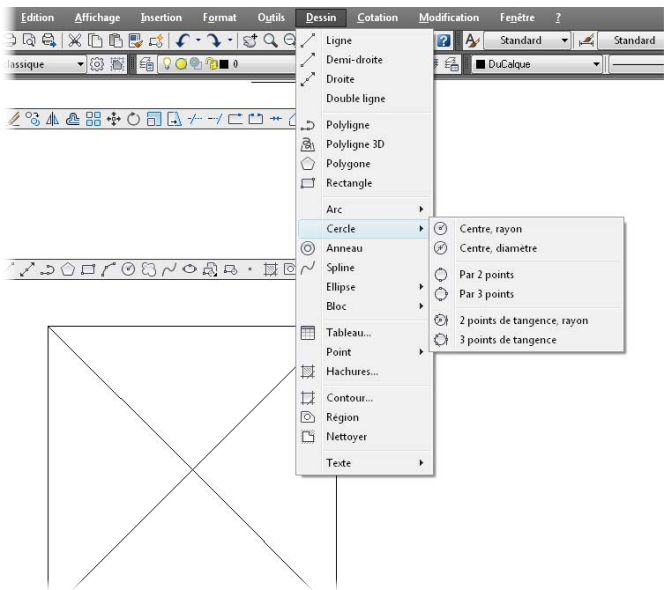

Figure 2.87
1. Aidez-vous des options possibles pour le tracé d'un cercle. Allez dans le menu Dessin puis choisissez Cercle et enfin l'option de construction du cercle par trois points de tangence (voir Figure 2.87).